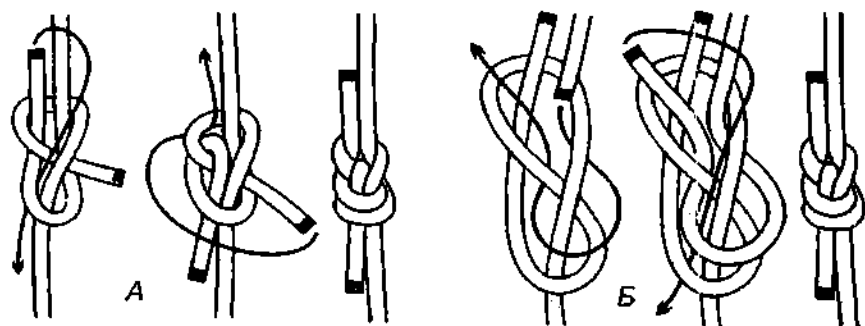

Рис. 925. А – завязывание *спасательного узла* из *диагонального шкотового узла* (*строительного узла*); Б – завязывание *спасательного узла* из *восьмёрки*.
*Спасательный узел* вяжется из *строительного узла* или из *восьмёрки* (рис. 925). Узел не ослабляет трос, держит на мягкой и жёсткой верёвке, хорошо переносит переменную нагрузку. После завязывания узел необходимо расправить и хорошенько затянуть. Ходовые концы у *спасательного узла* смотрят в одну сторону, как у *прямого шкотового узла*. После использования *спасательный узел* легко развязывается.